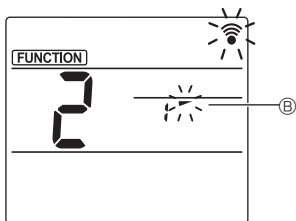

Fig. 3-3
③ Настройка угла дефлектора (Fig. 3-3)